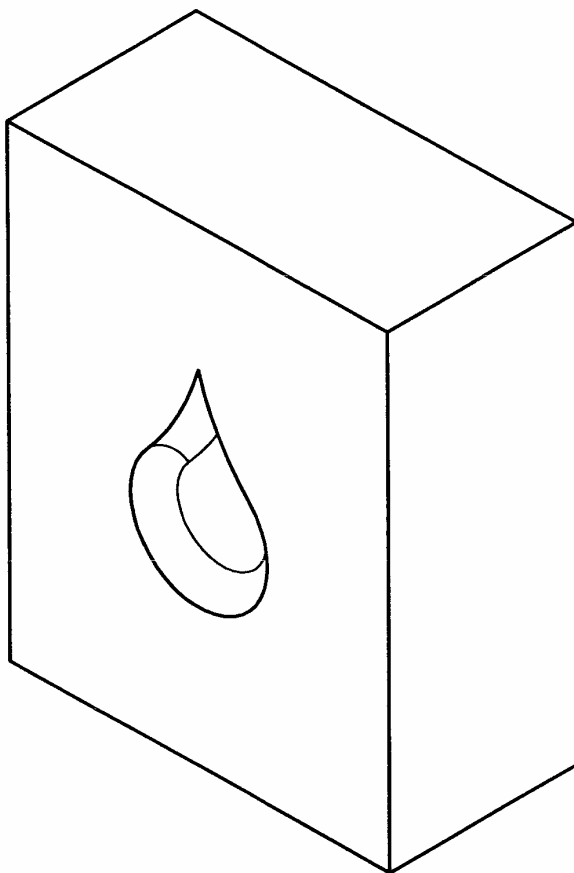
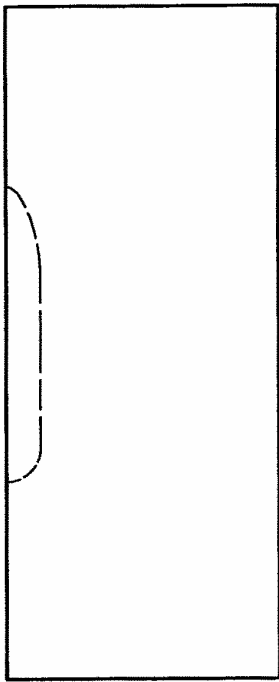
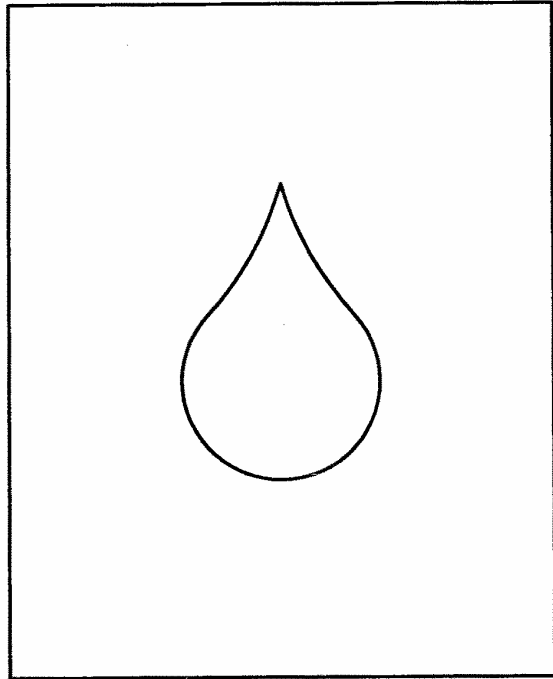
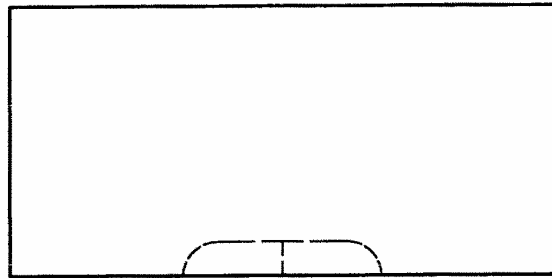

Fig. 1
Fig. 2
Fig. 3
Fig. 4
Przedmiot wzoru przemysłowego jest uwidoczniony na załączonym rysunku, na którym Fig. 1 przedstawia brykiet opałowy w widoku perspektywicznym od czoła, Fig. 2 przedstawia brykiet w widoku z boku, Fig. 3 przedstawia brykiet w widoku ogólnym od czoła, a Fig. 4 przedstawia brykiet w widoku ogólnym z góry.
- istnienie na jednej większej czołowej ścianie, prostopadłościanu prostokątnego, wgłębienia o kształcie zbliżonym do skapującej kropli lepkiego płynu, jak pokazano na załączonym rysunku Fig. 1 - Fig. 4.